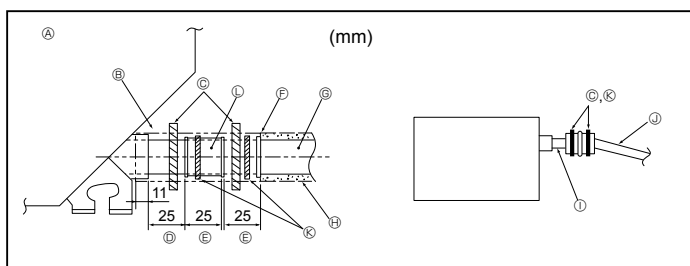

Fig. 3-5
- ① PVC BUIS met een buitendiameter van ø38 voor gegroepeerd leidingwerk. (met tenminste 9 mm isolatie erop)
1. Sluit de aftapbus (meegeleverd met het apparaat) aan op de afvoeropening. (Fig. 3-5)